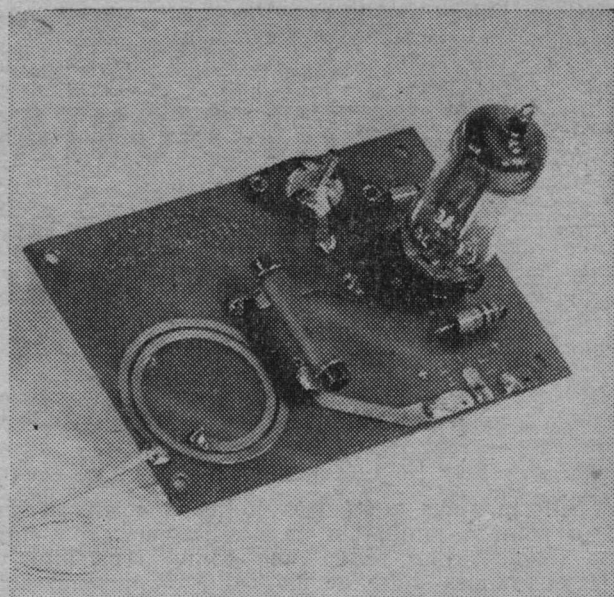

Fig. 9. — Emetteur REP à circuit imprimé, vue de dessus.
**ANGLETERRE.** — Il s'agit d'une production de la firme anglaise bien connue des amateurs de radio-commande. C'est un émetteur monocanal monté entièrement en circuits imprimés, aussi bien au recto qu'au verso du support-platine (figures 9 et 10). Il est équipé d'une lampe 3A5 montée en super-réaction et est accordé sur la fréquence porteuse de 27 Mc/s. Les bobinages d'accord et d'antenne sont réalisés par des spirales, également en circuits imprimés, ce qui assure à cet émetteur une sécurité et une stabilité remarquables. Il est alimenté